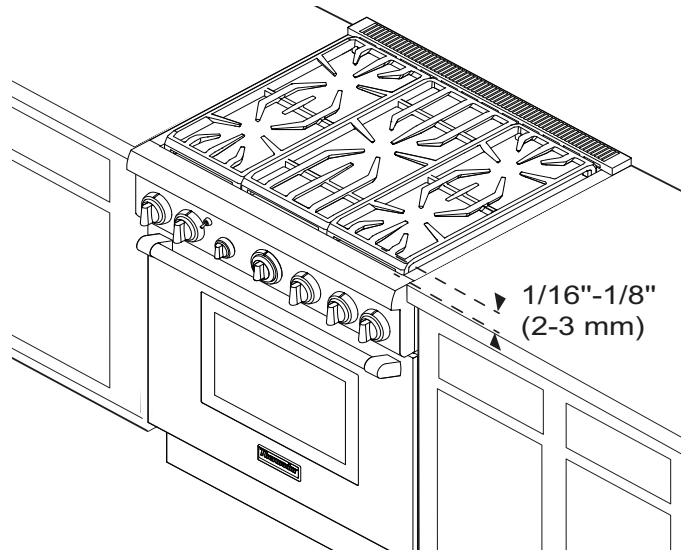

Figure 25 : Réglage de la hauteur de la cuisinière
Les côtés supérieurs des panneaux latéraux de la cuisinière doivent être à la même hauteur ou plus haut que le comptoir adjacent. Si la cuisinière se trouve à une hauteur inférieure que l'armoire adjacente lorsqu'elle fonctionne, les températures excessives qui se dégagent de la cuisinière pourraient endommager les armoires et le comptoir (Figure 25).
1. Mesurez d'abord la hauteur du comptoir avec un ruban et ajoutez 1/16 po - 1/8 po (2-3 mm). Ajustez les pattes en conséquence avant de pousser la cuisinière à son emplacement définitif (Figure 25).